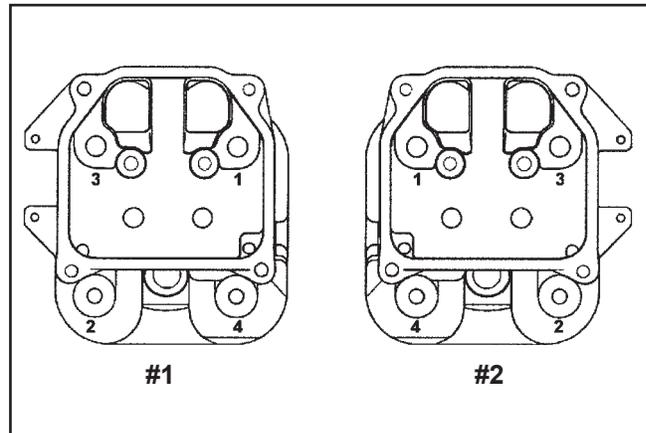

Abbildung 11-42. Anzugsabfolge und -moment Zylinderköpfe.
4. Die geflanschten Sechskantschrauben in zwei Stufen anziehen. Erst auf **22,6 N·m (200 Zoll lb)**, und dann auf **41,8 N·m (370 Zoll lb)**, entsprechend der Abfolge in Abbildung 11-42.
5. Die überstehenden Gewinde (oben) der Bolzen leicht mit Motoröl schmieren. Auf jedem der Befestigungsbolzen eine flache Unterlegscheibe und eine Sechskantmutter montieren. Die geflanschten Sechskantmuttern in zwei Stufen anziehen. Erst auf **16,9 N·m (150 Zoll lb)**, und dann auf **33,9 N·m (300 Zoll lb)**, entsprechend der Abfolge in Abbildung 11-42.